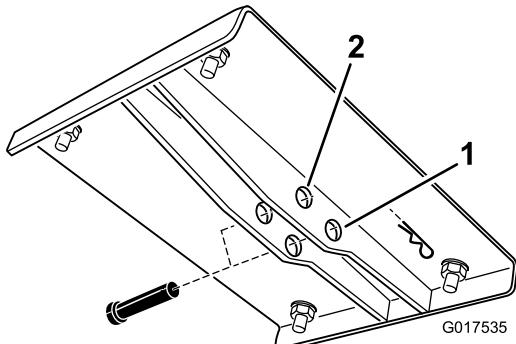

Figura 10
12. Localice los dos juegos de taladros en el soporte de elevación superior (Figura 10). Seleccione en el soporte el juego de taladros correspondiente a vehículos eléctricos.